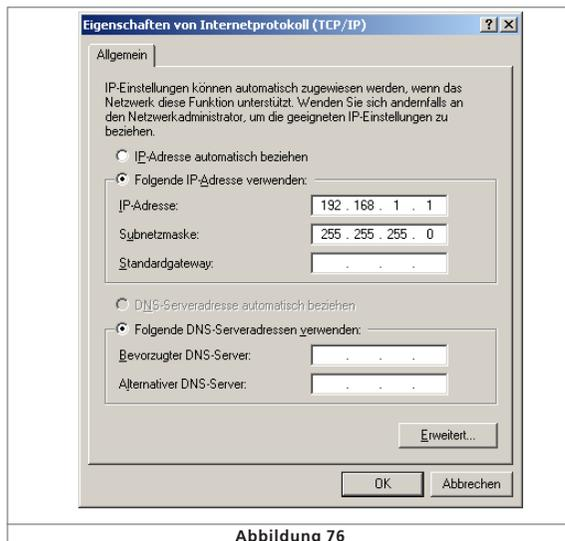

Abbildung 76
- Wählen Sie „folgende IP-Adresse verwenden“ und geben Sie die Werte exakt so ein wie in Abb. 76 dargestellt.